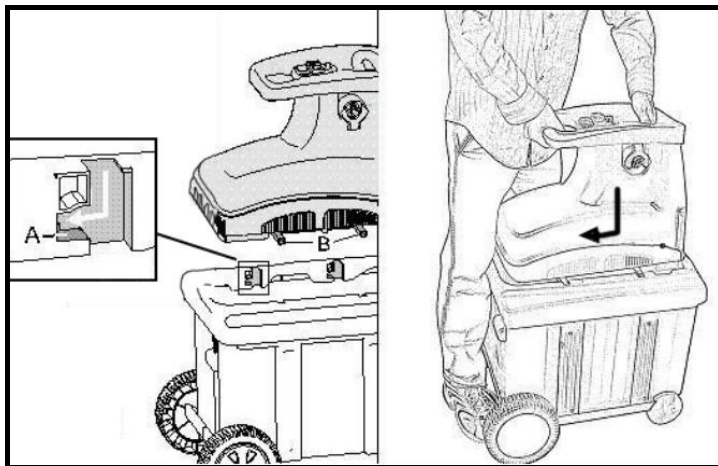

Fig.8
7. Tenez-vous debout et positionnez vos mains comme illustré à la Fig. 8. Placez l'ensemble moteur sur le socle en positionnant les quatre supports en saillie de l'unité du moteur sur les emplacements (Elément A) du socle.